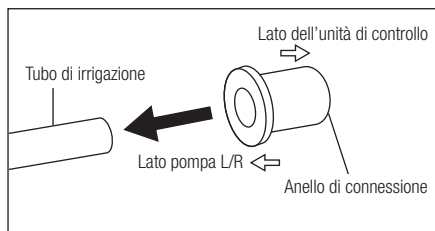

Fig.38
- 6) Inserire l'anello di connessione sul tubo della nuova pompa di irrigazione. Prestare attenzione al verso di inserimento dell'anello. (Fig. 38)